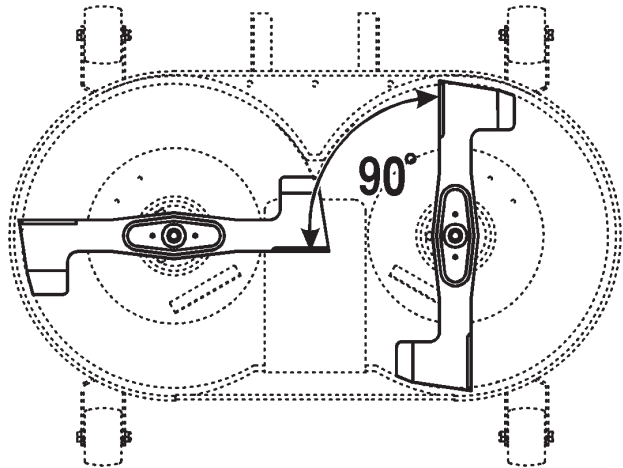

Bild 35
2. Richten Sie die Schnittmesser in einem Winkel von 90° zueinander aus (Bild 35).